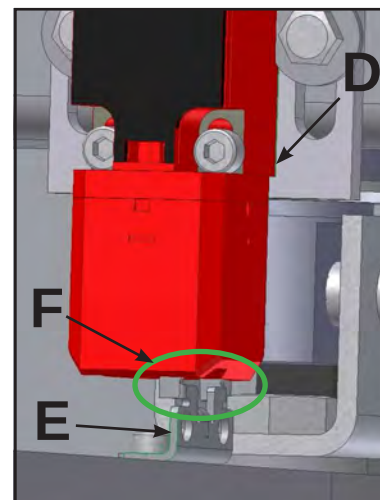

Fig. 4a CE-microschakelaar afstellen:, ERGO140 en AR200
**ERGO140** en **AR200**, zie Fig. 4a, pagina 19.